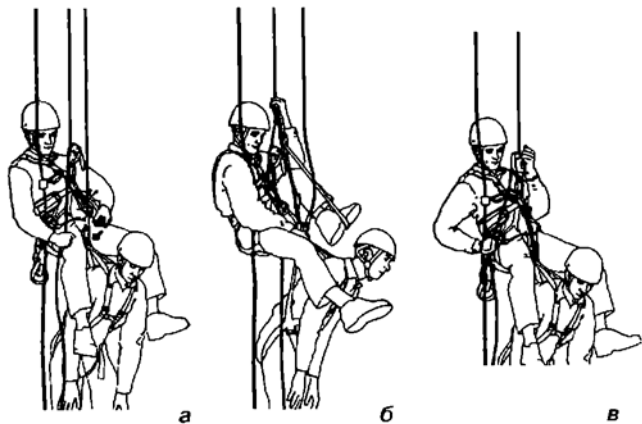

Рис. 9. Освобождение пострадавшего от зависания
**При невозможности освобождения необходимо (рис. 9):**
- пристегнуть пострадавшего (см. рис. 9, а) к отдельной веревке (своему спусковому устройству);
- приподнять пострадавшего с помощью налаженного полиспаста (см. рис. 9, б);
- продолжить спуск с пострадавшим (см. рис. 9, в).